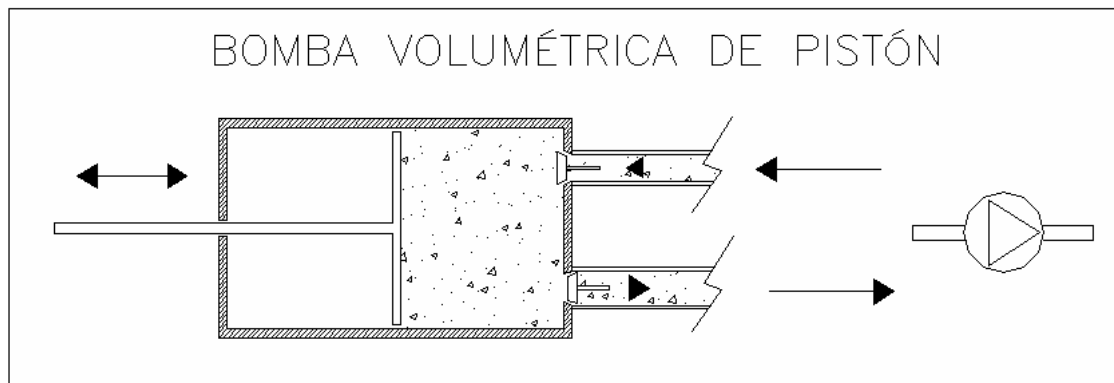

Figura 10 – Bomba Volumétrica de Pistón
- Figura 10 – Bomba Volumétrica de Pistón